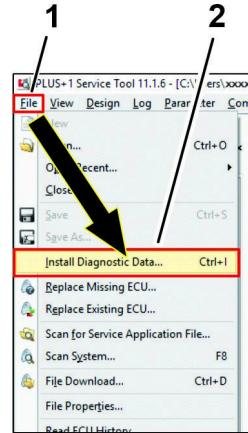

Figura 47
1. Clique no ícone FILE, E NO MENU SUSPENSO CLIQUE NO ÍCONE INSTALL DIAGNOSTIC DATA . . . ícone (Figura 47).